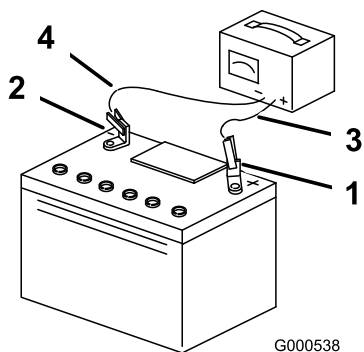

Bild 41
4. Wenn die Batterie voll geladen ist, ziehen Sie den Stecker des Ladegeräts aus der Steckdose. Klemmen Sie dann die Klemmen des Ladegeräts von den Batteriepolen ab (Bild 41).